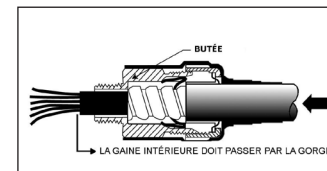

Figure 4
- Insérer le câble dans l'ouverture du presse-étoupe et le pousser jusqu'à ce que l'armure du câble s'appuie sur la butée (Figure 4).